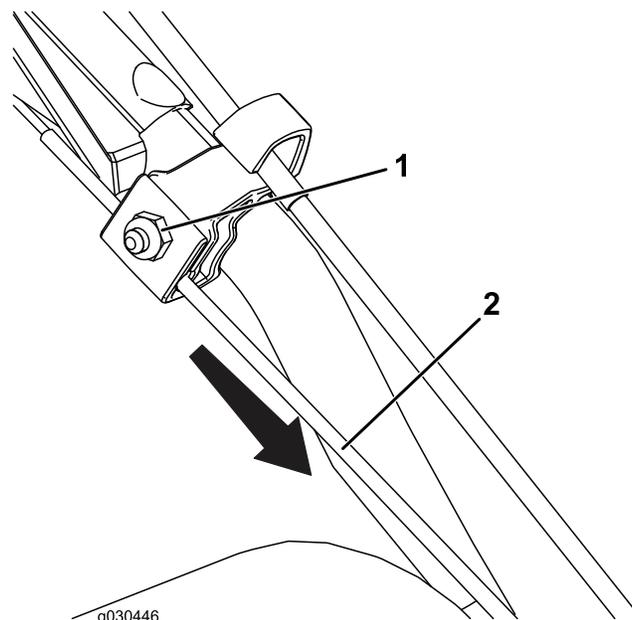

Figura 25
1. Allentate il dado sul serrafilo per cavi superiore ma non rimuovetelo (Figura 25).
2. Tirate il cavo verso il basso e rimuovete gran parte dell'allentamento nel cavo (Figura 25).
3. Serrate il dado (Figura 25).